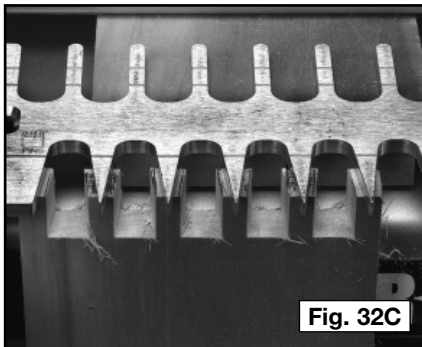

Fig. 32C
- Step 4** - Cut all the pins (Fig. 32C).